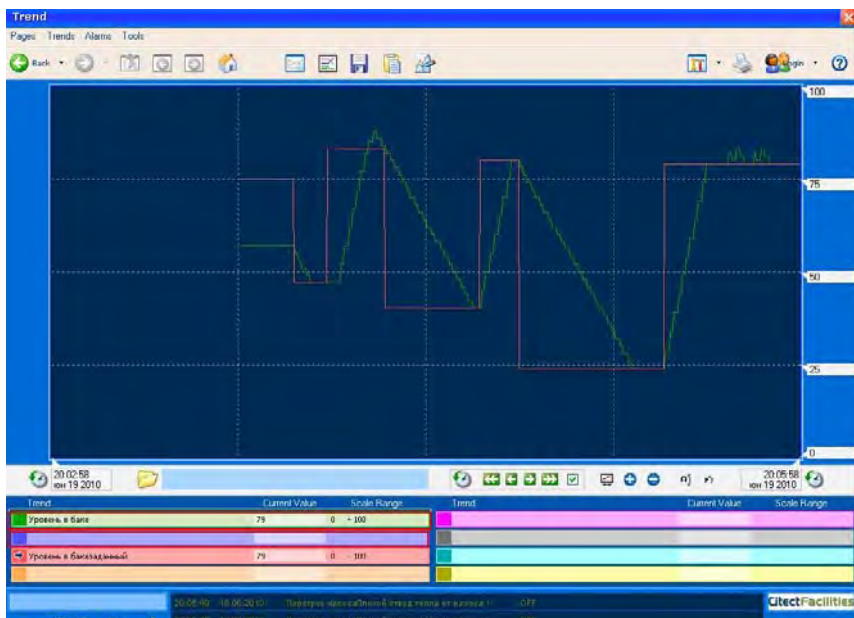

Рис. 3.9. Экран тренда
10. Нажав кнопку «Тренд», перейдите на экран тренда (рис. 3.9). Добавьте все тренды на отображение (щелчок правой кнопкой по области под графиками, и команда «Add pens»). В отчете приведите изображение данного экрана с отображением изменения заданного и текущего уровня в резервуаре (см. рис. 3.9).